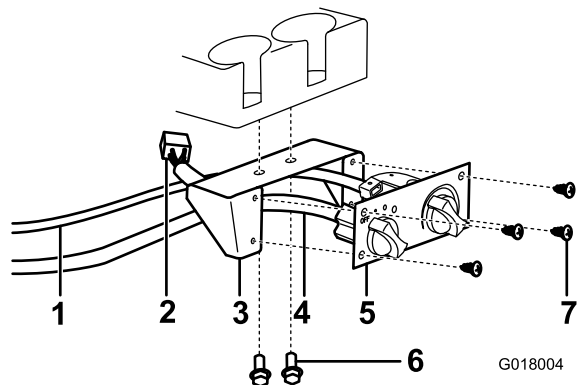

図 23
5. ヒーターコントロールマウントをダッシュボードカップホルダーの下に取り付けるフランジヘッドボルト 2 本とナットを使用する 図 23。
6. ヒーターコントロールケーブルと黒色のワイヤハーネスコネクタを、ヒーターコントロールとヒーターのワイヤハーネスの白色コネクタに接続する 図 23。
7. ヒーターコントロールマウントに、ヒーターコントロールを取り付けるビス 4 本を使用する 図 23。